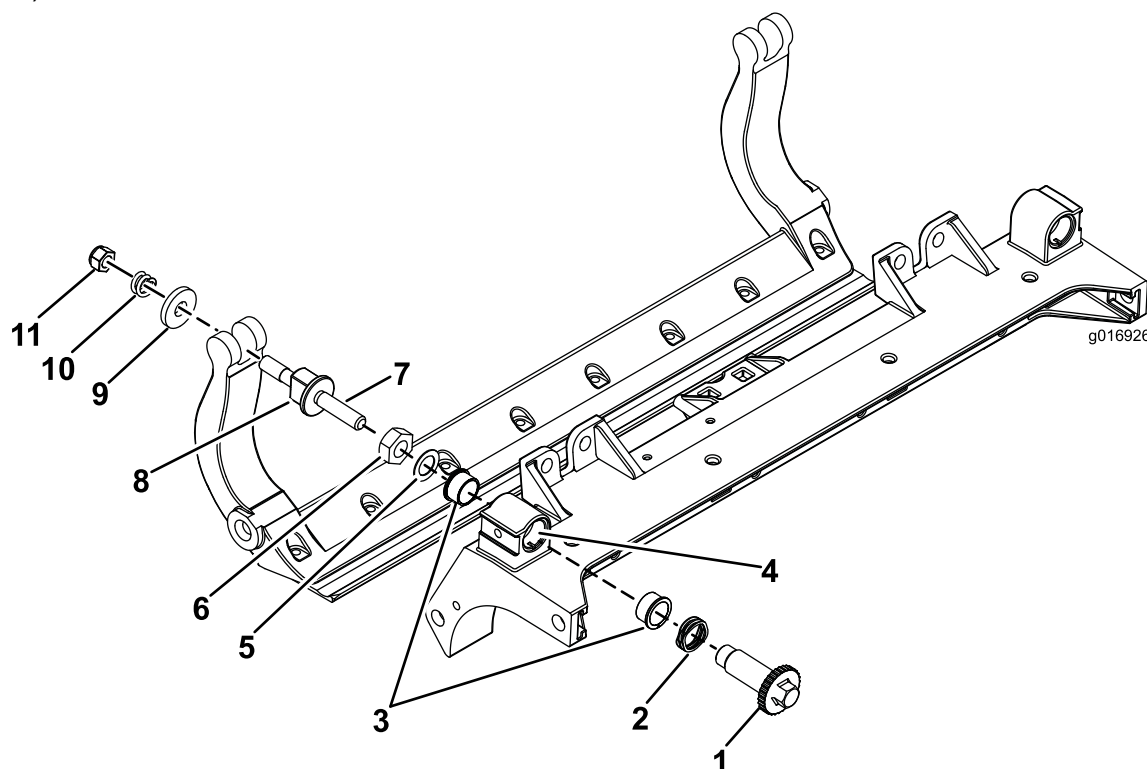

Figura 36
1. Rimuovete tutti i componenti (fate riferimento alle *Istruzioni per l'installazione* del kit DPA HD e a Figura 36).
2. Applicate del lubrificante antigrippaggio all'interno dell'elemento in cui vanno montate le boccole, sul telaio centrale dell'apparato di taglio (Figura 36).
3. Allineate le chiavette sulle boccole flangiate alle scanalature sul telaio e montate le boccole (Figura 36).
4. Montate una rondella ondulata sull'albero del dispositivo di regolazione e inserite l'albero all'interno delle boccole flangiate sul telaio dell'apparato di taglio (Figura 36).
5. Fissate l'albero del dispositivo di regolazione con una rondella piana e un dado di bloccaggio (Figura 36).
12. Posizionate una rondella in acciaio all'esterno di ciascuna rondella in nylon (Figura 36).
Nota: Le rondelle all'interno possono avere del gioco (Figura 36).
15. Serrate il dado su ciascun gruppo di regolazione della barra di appoggio fino a comprimere completamente la molla di compressione, quindi allentate il dado di 1/2 giro (Figura 36).